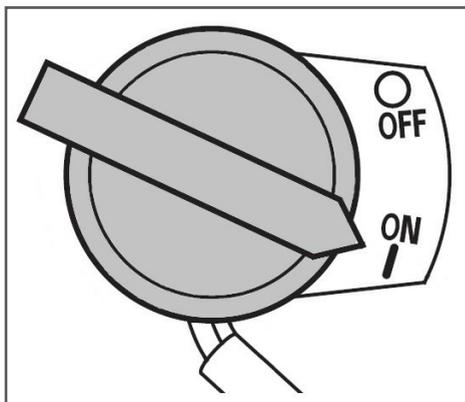

Рис. 24 Выключатель зажигания
5. Выключатель зажигания переведите в положение «ON» (Включено) (Рис. 24).
При возникновении аварийной ситуации, для экстренной остановки двигателя переведите выключатель зажигания двигателя в положение «OFF» (Выключено) (Рис. 24).
4. Переведите выключатель зажигания в положение «OFF» (Выключено) (Рис. 24).